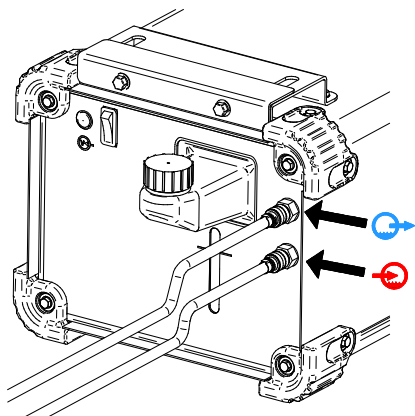

Рис. 6.
- Подсоедините шланги системы охлаждения к впускному штуцеру водоохладителя [5] и выходному разъему [4] (Рисунок 6).
- Подсоедините шланги водяного охладителя – Рисунок 6.